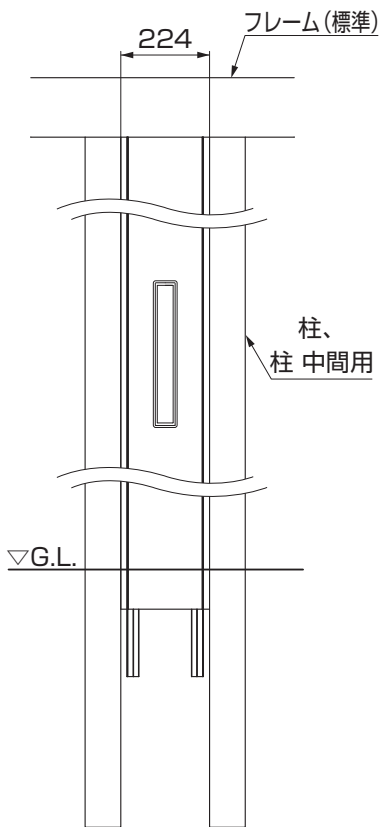

図8-15
- ⑥残った柱 中間用の連結材Aをファンクション柱の連結材Bにはめ込んでください。
- ⑦柱 中間用をフレームに取付けてください。
- 柱-柱間の寸法を確認してください。(図8-15参照)